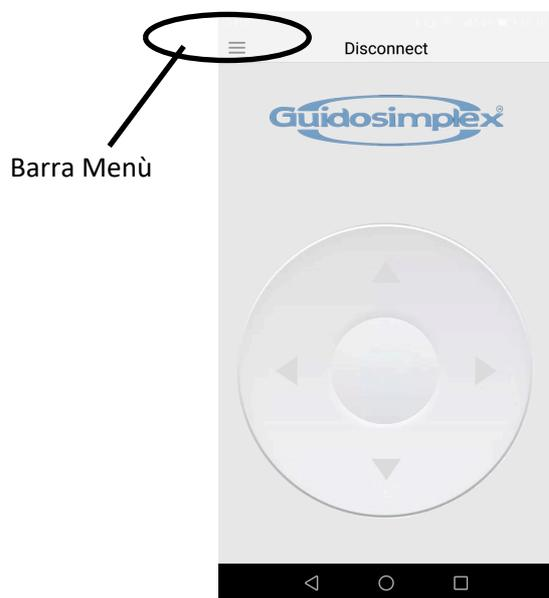

figura 5-1-1
- ① Scarica l'APP mobile dal nostro sito Web o scansiona il codice QR per scaricarlo;
- ② Ripristinare la piattaforma, quando la piattaforma è retratta, tenere premuto i tasti "SU" e "GIU" per 10 secondi simultaneamente, il cicalino emette un lungo bip;
- ③ Apri l'APP e fai clic sulla barra dei menu nell'angolo in alto a sinistra (vedi figura 5-1-1);